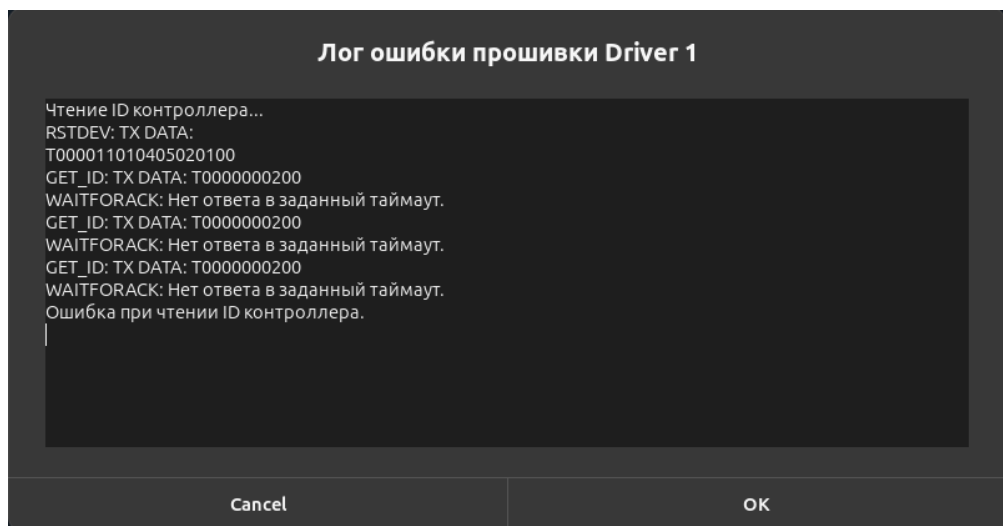

Рисунок II-81 – Лог ошибки прошивки
- 8) нажмите «ОК». Отобразится лог ошибки (см. Рисунок II-81);